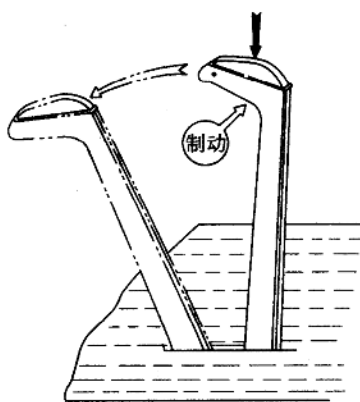

图 1-9 驻车制动操纵杆
10. 驻车制动操纵杆(见图 1-9)。驻车制动器仅在驻车时使用。制动时,把操纵杆向后拉到底;解除制动时,先向上提拉操纵杆同时按下手柄,再将操纵杆向前推到底。